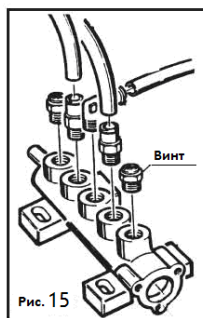

Рис. 15
- Для очистки или замены шумоглушителя открывания/закрывания зажимов (1) (см. рис. 15) выполните следующие действия:
- 2) Отвинтите шумоглушитель, установленный на педали управления зажимами (12).
Для очистки или замены шумоглушителя бортоотжимателя см. рис. 15 и действуйте, как описано в пунктах 1 и 3.